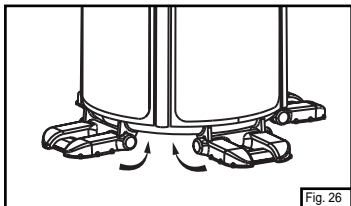

Fig. 26
- ⇒ Doble las patas en el estuche inferior para cargar. (Fig. 26)